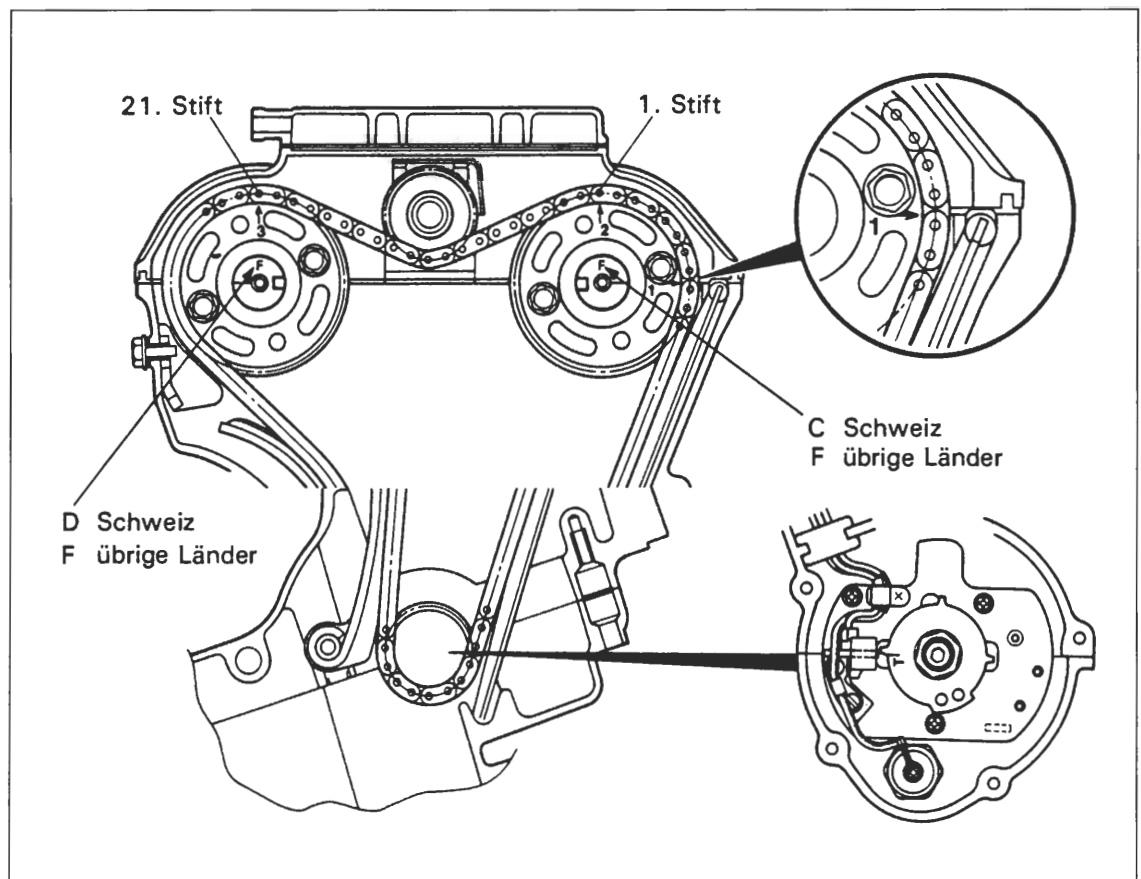

Bild 193
- OT-Stellung der Kurbelwelle kontrollieren: «T»-Markierung auf Rotor fluchtet mit Zündimpulsgeberspule (Bild 193). Falls Kurbelwelle gedreht werden muss, Steuerkette dabei straff halten, damit sie sich nicht am Kurbelwellenritzel verklemmt und so Kurbelwelle blockiert oder beschädigt wird!
- Kette so auffädeln, dass «1»-Markierungsstrich des Auslass-Kettenrads mit Dichtfläche fluchtet (Bild 193). Von Pfeil mit «2»-Markierungsstrich (steht senkrecht) ausgehend, 21 Nietbolzen (ab Modelljahr 1996 24 Nietbolzen) in Richtung Einlass-Kettenrad abzählen und Kette so einhängen, dass 21. (24.) Nietbolzen mit «3»-Markierungsstrich des Einlass-Kettenrads fluchtet.